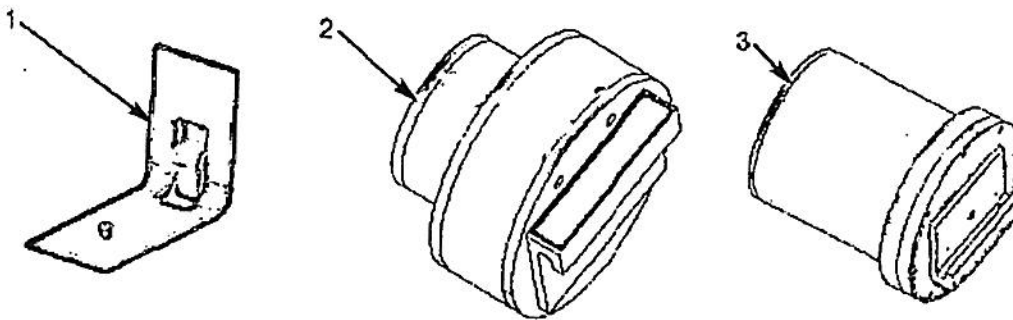

Figura 15-4
- 86-0023, conjunto de soporte de montaje de fantoma (elemento 1, figura 15-4)
- 86-0025, 2036 cm, 12.536 cm, conjunto de fantoma de agua doble (elemento 2, Figura 15-4)
- 86-0026, fantoma de control de calidad (elemento 3, figura 15-4)